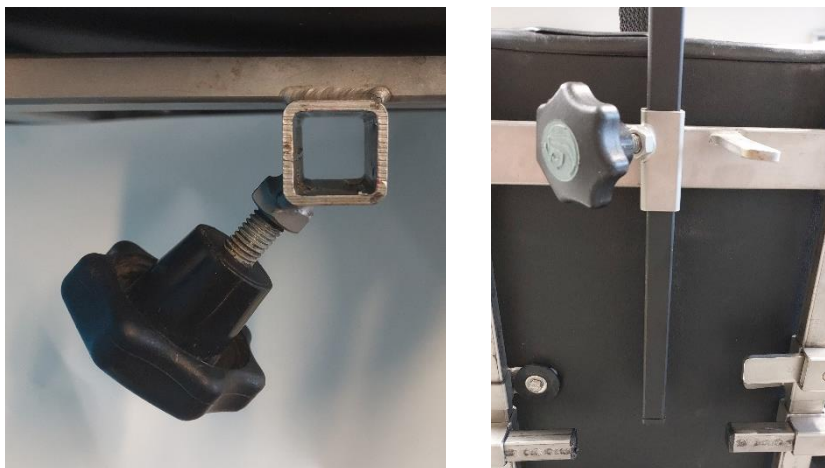

Abbildung 10. 16 x 16 mm quadratischer Halter.
2. Stecken Sie die vertikale Stange des CoMoveIT Smart in die Halterung auf der Rückseite des Rollstuhlsitzes und ziehen Sie den Drehknopf fest. CoMoveIT Smart passt in jeden quadratischen 16 x 16 mm Halter. Siehe Abbildung 10.